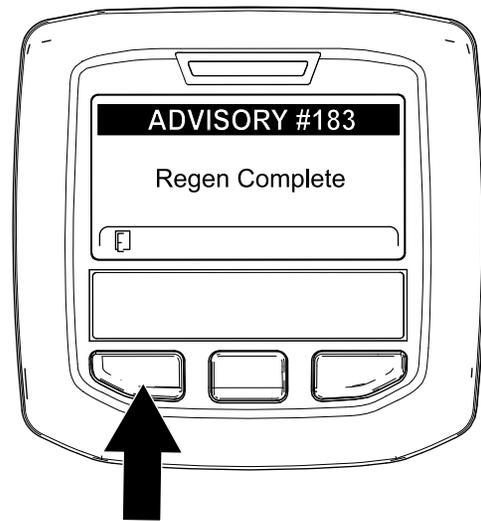

Figura 90
- Quando el ordenador del motor finaliza una regeneración con la máquina aparcada o una regeneración de recuperación, el InfoCenter muestra ADVISORY #183 (Aviso n.º 183) (Figura 90). Pulse el botón de la izquierda para salir a la pantalla de inicio.
Nota: Si la regeneración no se realiza correctamente, el InfoCenter muestra Advisory #184 (Aviso n.º 184) (Figura 90). Pulse el botón de la izquierda para salir a la pantalla de inicio.